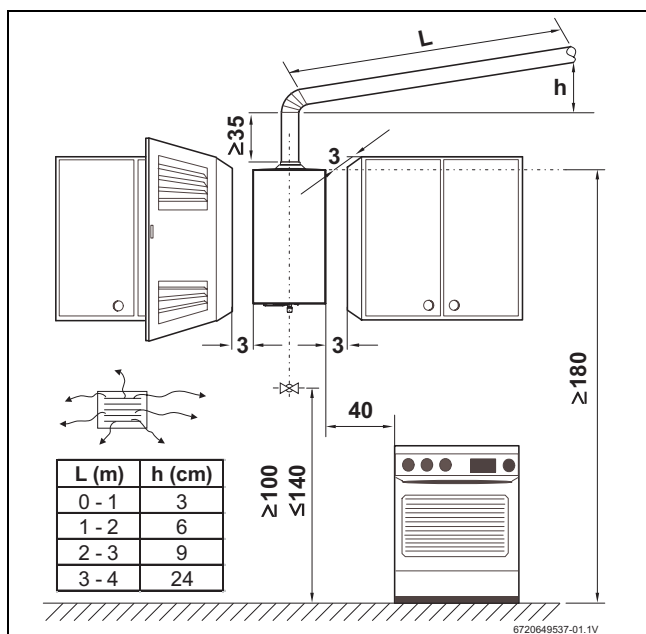

Fig. 13 Distâncias mínimas
- Respeitar as medidas mínimas de instalação indicadas na Fig. 13.